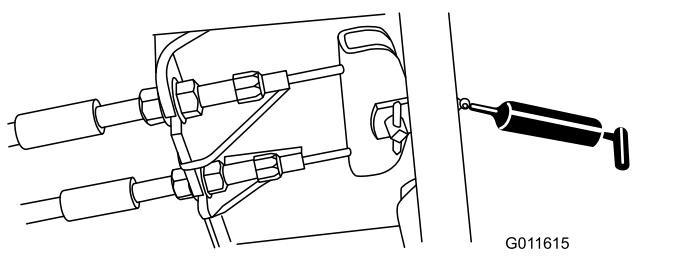

Figura 53
- Pedal de freno (1)—Figura 53